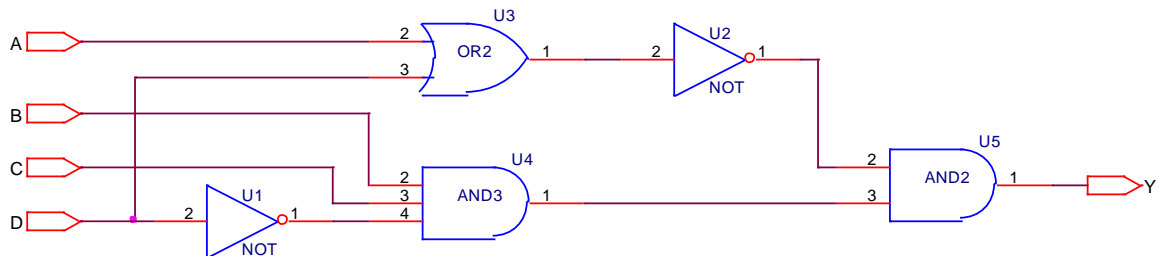

图 3、习题 4 电路原理图
**2.4、** 设计一个 Verilog 模块，描述如图 3 所示的电路原理图表示的电路。并设计一个测试平台，对电路进行仿真。